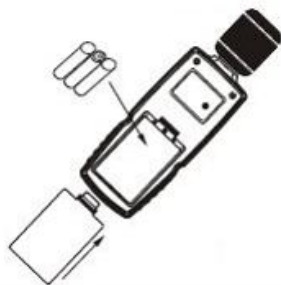

Рисунок 4.
1. Откройте крышку батарейного отсека прибора и установите соответствующим образом 3 батарейки типа AAA 1.5В (см. Рисунок 4).